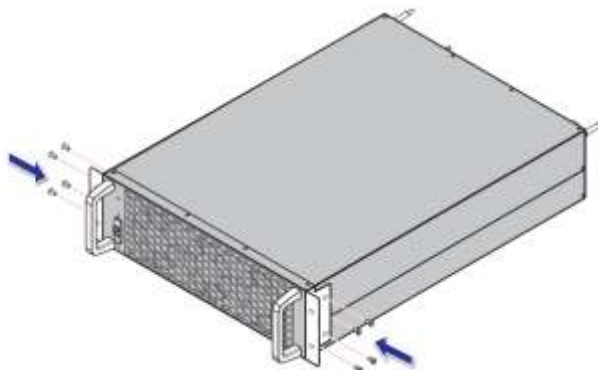

Рисунок 5-39: Установка двух кронштейнов
- 3) Используйте 8 винтов М4 для крепления 2 кронштейнов с обеих сторон силового модуля. См. **Рисунок 5-39**.